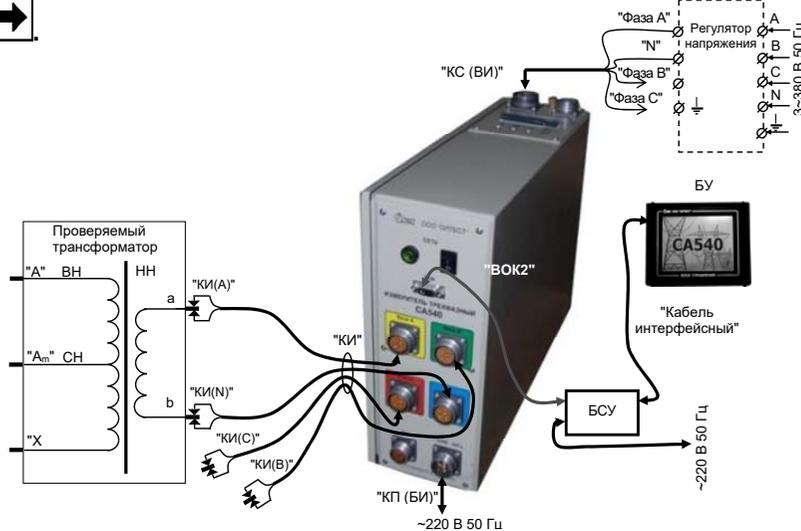

Рисунок 6.40
1) Собрать измерительную схему при управлении Измерителем от БУ (рисунок 6.40).